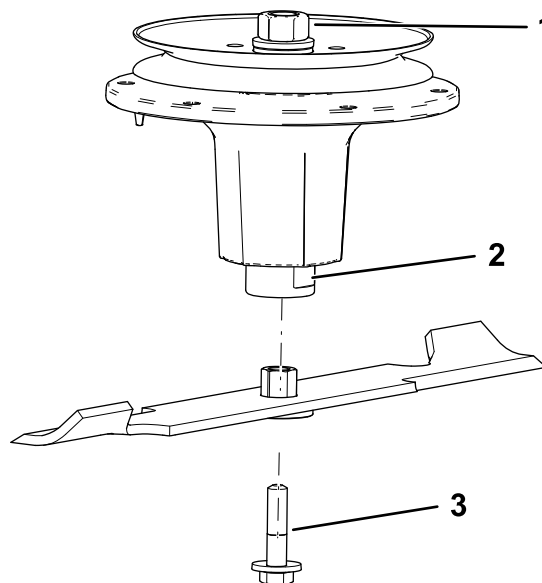

Bild 84
2. Montieren Sie die Buchsen-/Messerbaugruppe auf der Spindelwelle (**Bild 84**).